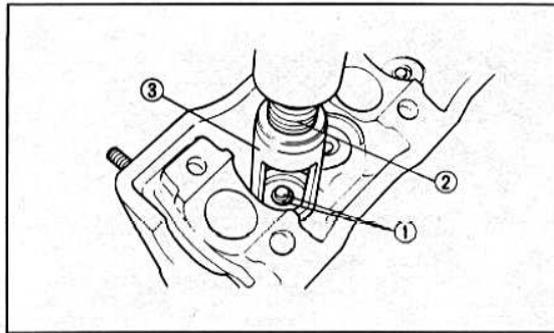

Bild 132 ▶
- Die untere Ventilfederauflage entnehmen (Bild 132).